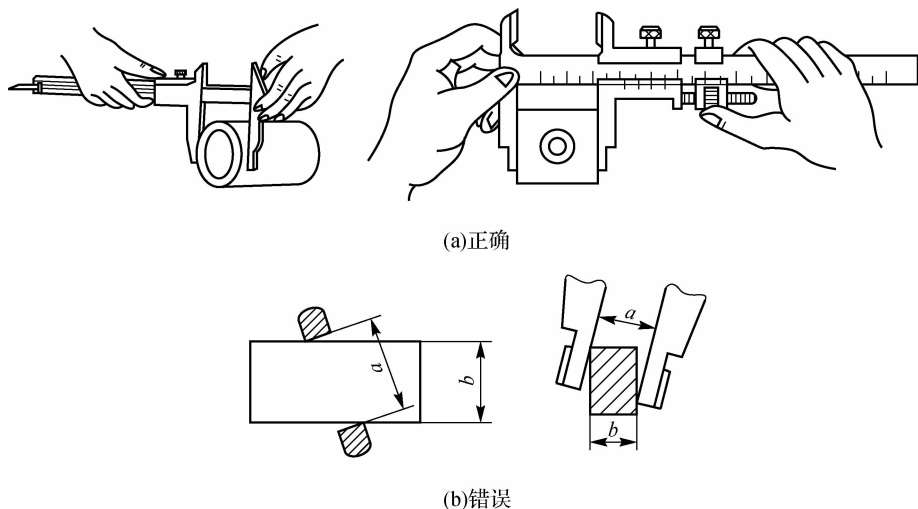

图 1-16 测量外尺寸时正确与错误的位置
(2)当测量零件的外尺寸时,卡尺外测量爪两个测量面的连线应垂直于被测量表面,不能歪斜。测量时,可以轻轻摇动卡尺,放正垂直位置,如图 1-16 所示。先把卡尺的活动量爪张开,使量爪能自由地卡进工件,再把零件贴靠在固定量爪上,然后移动尺框,用轻微的压力使活动量爪接触零件。如卡尺带有微动装置,此时可拧紧微动装置上的固定螺钉,再转动调节螺母,使量爪接触零件并读取尺寸。